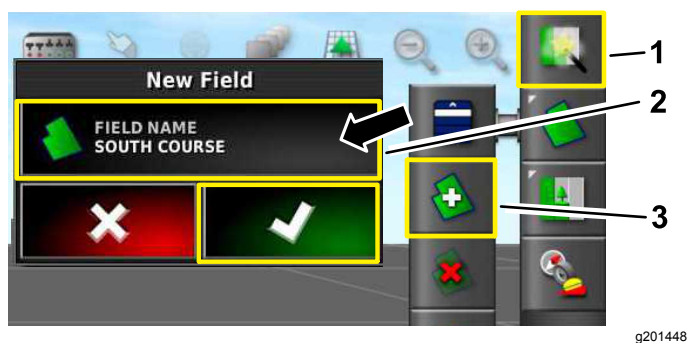

Рисунок 3
2. Выберите Field name (Название поля), введите название поля и подтвердите ввод(Рисунок 3).